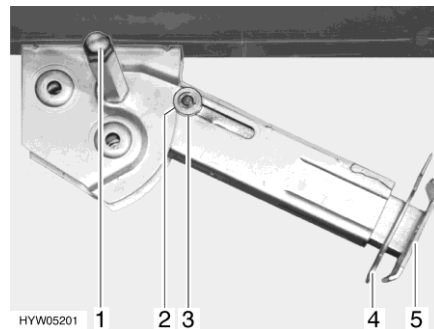

Bild 41 Hubstütze
- Am Sechskant (Bild 41,1) den Steckschlüssel aufstecken und drehen, bis die Hubstütze senkrecht nach unten steht.
- Splint (Bild 41,4) aus der Stützfußverlängerung (Bild 41,5) herausziehen.
- Am Sechskant (Bild 41,1) den Steckschlüssel aufstecken und drehen, bis die Hubstütze wieder vom Boden frei ist.
- Stützfußverlängerung (Bild 41,5) ganz einschieben und Splint (Bild 41,4) in die vorgesehene Bohrung an der Stützfußverlängerung stecken.
- Mit Steckschlüssel am Sechskant (Bild 41,1) drehen, bis Hubstütze nach oben geschwenkt und die Führungsscheibe (Bild 41,3) vollständig in die Kerbe (Bild 41,2) eingefahren ist.